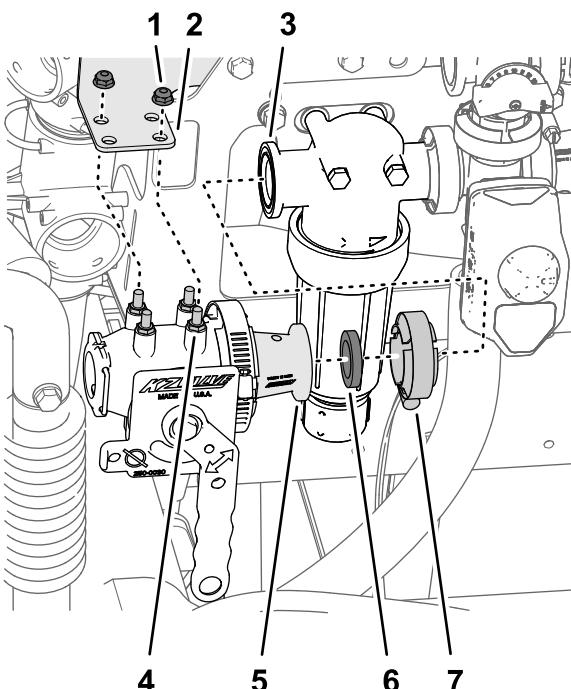

Bild 7
2. Fluchten Sie den Flansch des Reduzierstück-adapters (Ejektorventil) mit dem Flansch des Druckfilterkopfs (Bild 7), mit der Dichtung, die Sie in Schritt 2 in Entfernen der Schläuche (Seite 5) entfernt haben, aus.
3. Fluchten Sie die Bolzen des Druckfilterkopfs durch die Löcher in der Ventilbefestigungshalterung aus (Bild 7).
4. Montieren Sie den Flansch des Reduzierstück-adapters mit der Flanschklemme, die Sie in Schritt 2 in Entfernen der Schläuche (Seite 5) entfernt haben, am Flansch des Druckfilterkopfs (Bild 7).